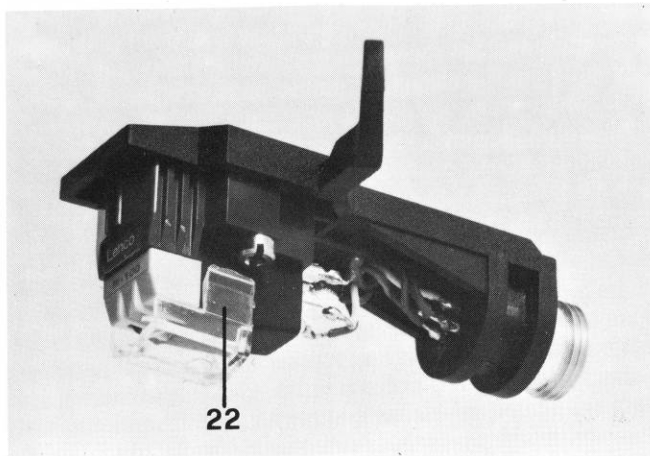
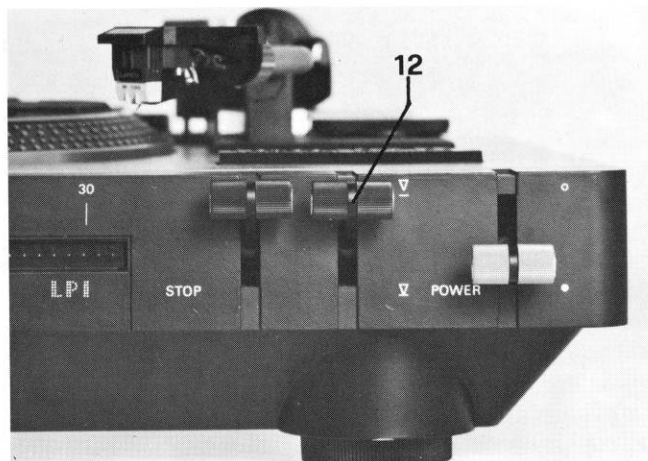
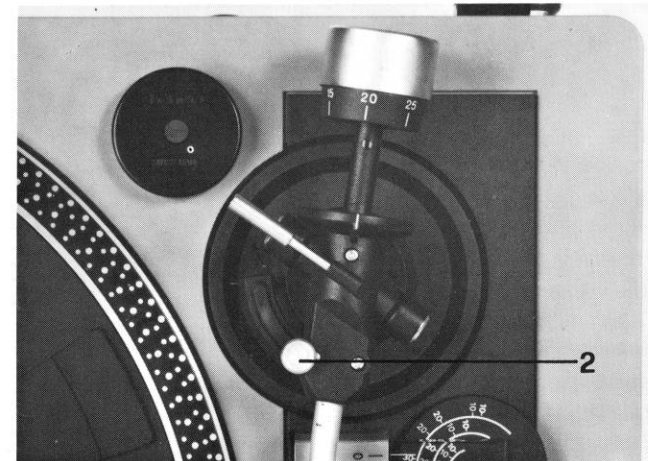

Fig. 7
Fig. 8
Fig. 9
Legen Sie eine Langspielplatte auf den Plattenteller, lösen Sie die Tonarmklammer (11), klappen oder entfernen Sie den Nadelschutz (Bild 7, 22) ganz zurück, so dass die Nadel frei wird und stellen Sie den Tonarmlifthebel (12) auf  $\nabla$  (Bild 8). Schwenken Sie den Tonarm von Hand über die Schallplatte und Nadel. Dieser Abstand soll 4 bis 6 mm betragen. Mit der Justierschraube für die Schwenkhöhe (Bild 9, 2) können Sie ihn genau einstellen. Legen Sie den Tonarm wieder zurück, stellen Sie den Tonarmlifthebel (12) auf  $\nabla$ , und schliessen Sie die Tonarmklammer (11).
Placer un disque LP sur le plateau, soulever la bride de sécurité (11) qui maintient le bras sur son support. Rabattre le protège pointe (fig. 7, 22) tout à fait en arrière pour dégager complètement l'aiguille et placer le levier de relevage du bras (12) dans la position  $\nabla$  (fig. 8). Déplacer le bras vers le disque et vérifier la hauteur de l'espace libre entre la pointe de lecture et ce dernier. La bonne distance doit être comprise entre 4 et 6 mm. Au moyen de la vis (2), pour le réglage précis du bras en hauteur (fig. 9), corriger s'il y a lieu jusqu'à ce que la distance entre pointe et disque se situe dans les limites prescrites. Remettre en place le bras sur son support, abaisser le levier (12) vers  $\nabla$  et rabattre la bride de sécurité (11).
Place a long-playing record on the turntable, loosen the tone arm clip and turn back or remove (depending on type) the protective cover so that the stylus is free. Set the tone arm lift lever (12) in the up position  $\nabla$  (fig. 8). Swing the tone arm by hand over the record and check the distance between record and stylus. This distance should be between 4 and 6 mm and can be precisely set with the adjustment screw (fig. 9, 2). Return the tone arm to its support, set the lift lever in the down position  $\nabla$  and close the tone arm clip.